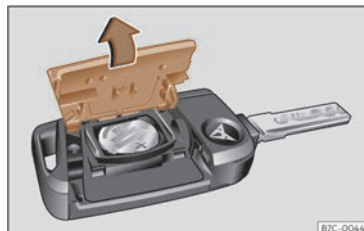

Fig. 67 Clau del vehicle: obertura de la tapa del compartiment per a la pila.
- Traieu la tapa a la part posterior de la clau del vehicle »» **fig. 67** en la direcció de la fletxa »» ❶.
- Poseu la tapa tal com es mostra »» **fig. 67** i pressioneu a la carcassa de la clau del vehicle en sentit contrari a la fletxa fins que quedeu encastada.